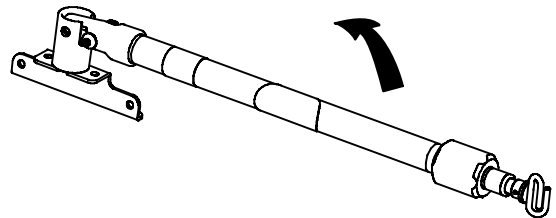

Figura 22 – Posizione dell'asta portaflebo a due sezioni
1. Sollevare e ruotare l'asta portaflebo dalla posizione di stoccaggio. Spingere verso il basso finché l'asta portaflebo non scatta in posizione nel vano (A).
2. Per allungare l'asta portaflebo, ruotare la ghiera di bloccaggio (B) in senso antiorario e tirare verso l'alto in corrispondenza della sezione telescopica (C). Alzare l'asta portaflebo all'altezza desiderata.
3. Ruotare la ghiera di bloccaggio (B) in senso orario per bloccare la sezione telescopica (C) in posizione.
4. Appendere le sacche/i flaconi di infusione al gancio portaflebo (D).
5. Ruotare la ghiera di bloccaggio (B) in senso antiorario e far scorrere la sezione telescopica (C) nel tubo della porzione inferiore.
6. Ruotare la ghiera di bloccaggio (B) in senso orario per stringere.
7. Sollevare e ruotare l'asta portaflebo verso il basso nella posizione di stoccaggio (Figura 22).